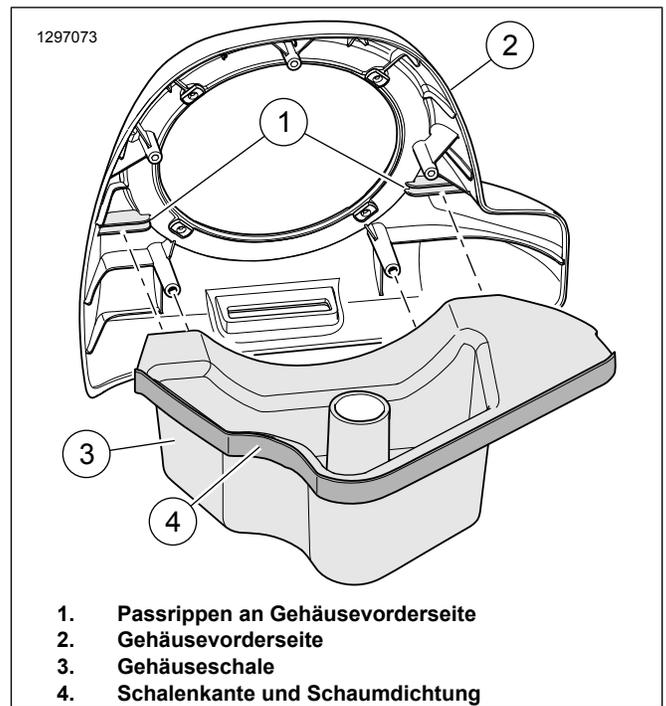

Abbildung 6. Gehäusebaugruppe
6. Siehe Abbildung 6 . Die Gehäuseschale (4) am vorderen Gehäuse (2) anbringen. Die Papierschutzschicht von einer Seite der doppelseitigen Schaumstoffdichtung (5) abziehen. Die Dichtung wie dargestellt anbringen. Abschneiden und überschüssige Schaumstoffdichtung zur späteren Verwendung aufheben.